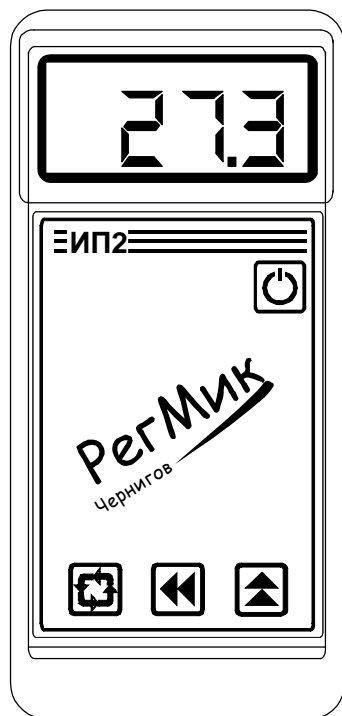

Рисунок 3.2
3.2.1. Прибор выполнен в малогабаритном пластмассовом корпусе (рисунок 3.2).